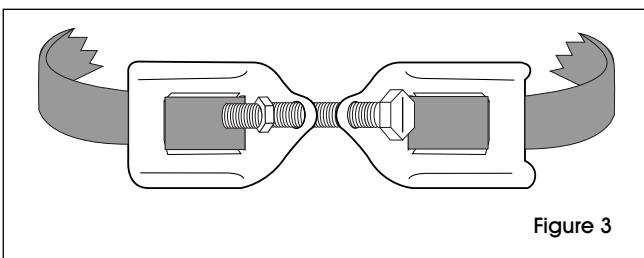

Figure 3
4. Enroulez les sangles autour du poteau et reliez les boucles ensemble en utilisant le boulon et l'écrou. Serrez le boulon à l'aide du tournevis et de la clé. (Voir Figure 3)